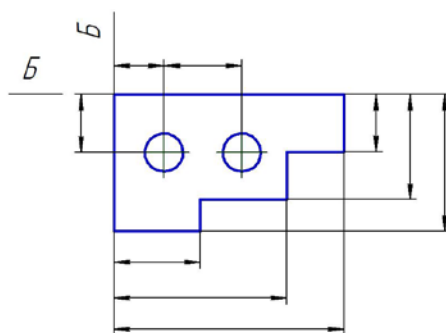

Рис. 2.15
**Базовые плоскости** – плоскости, с которых начинают обработку заготовки детали (торцевые, привалочные). **Базовые линии** – оси симметрии или взаимно перпендикулярные кромки детали (рис. 2.15). От выбора баз зависит точность изготовления детали, сборки, а, следовательно, и работа узла.